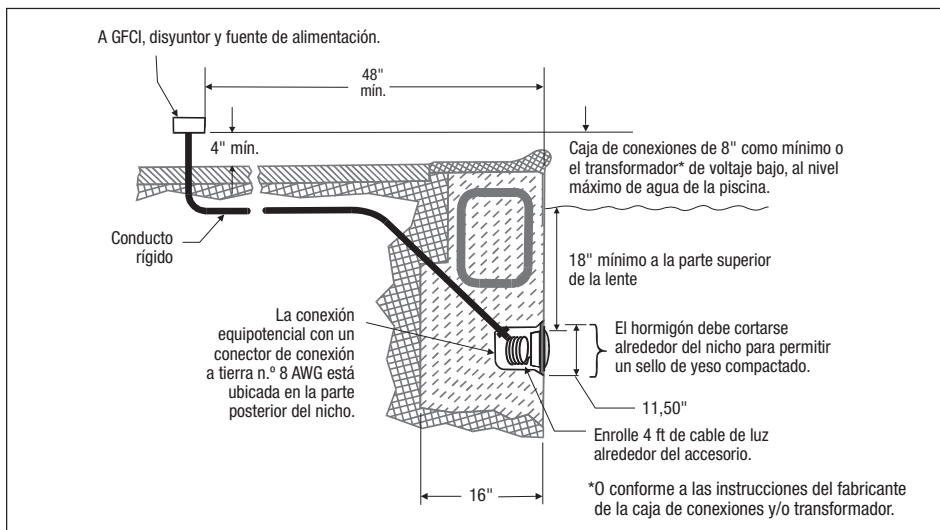

Figura 1. Instalación de la luz de colores digital Jandy
NOTA: El electricista debe completar los pasos de preparación antes de instalar la luz. Véase la *Figura 1*.
1. Haga pasar el cable a través del conducto hacia la caja terminal, y deje al menos cuatro (4) pies de cable en la luz para enrollarlo en la base del nicho de la luz, consulte la *Figura 1*. Los cuatro (4) pies de cable facilitan el mantenimiento una vez que la piscina esté llena.
2. Corte el cable en la caja terminal, deje al menos seis (6) pulgadas para realizar las conexiones.
3. Pele seis (6) pulgadas de la camisa del cable para dejar al descubierto los tres cables aislados. *Tenga cuidado de no dañar el aislamiento de los tres (3) cables internos.*
4. Instale el aliviador de tensión en la camisa del cable y conecte los tres (3) cables a los circuitos correspondientes en la caja terminal. Instale la cubierta de la caja terminal.
2. La caja terminal (o un transformador de voltaje bajo para los modelos de 12 voltios) debe ubicarse al menos a ocho (8) pulgadas por encima del nivel del agua, al menos a cuatro (4) pulgadas por encima del nivel del suelo o del perímetro exterior de la piscina, y al menos a 48 pulgadas del borde de la piscina o el spa. Véase la *Figura 1*.
3. La luz y todos los elementos metálicos que estén a menos de cinco (5) pies de la piscina deben estar correctamente interconectados y tener una conexión a tierra fiable.
4. El nicho debe estar instalado correctamente, de manera que la parte superior del lente de la luz subacuática se encuentre a un mínimo de 18 pulgadas por debajo de la superficie de agua en la piscina. Véase la *Figura 1*.
5. El nicho debe tener sus partes metálicas correctamente interconectadas y una conexión a tierra a través de un conector a tierra AWG N° 8 ubicado en la parte trasera del nicho. Véase la *Figura 1*.
5. Deje al menos cuatro (4) pies de cable para enrollarlo alrededor de la luz o en la base del nicho de la luz, consulte la *Figura 1*. Esto permite que la luz reciba mantenimiento luego de que la piscina esté llena.
6. Corte el cable en la caja terminal, deje al menos seis (6) pulgadas para realizar las conexiones.
7. Pele seis (6) pulgadas de la camisa del cable para dejar al descubierto los tres cables aislados. *Tenga cuidado de no dañar el aislamiento de los tres (3) cables internos.*
8. Instale el aliviador de tensión en la camisa del cable y conecte los tres (3) cables a los circuitos correspondientes en la caja terminal. Instale la cubierta de la caja terminal.